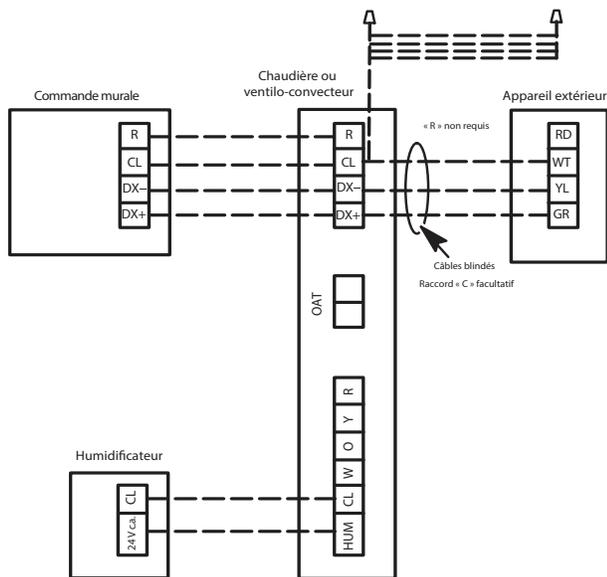

Figure 6 – Câblage de chaudière ou de ventilo-convecteur communicant avec thermopompe communicante à vitesse variable
Raccordez les quatre fils du panneau Observer au serpentín de la chaudière/du ventilateur communicant avec moteur communicant. Seuls deux fils de serpentín de chaudière/ventilateur DX+ (GR), DX- (YL) sont raccordés au câblage de l'inverseur extérieur GR (DX+), YL (DX-) (voir figure 6). Si des fils sont disponibles, nous vous recommandons de raccorder la borne C (WT) (voir figure 6). Cela permet de réduire le risque de problèmes de communication. Vous devriez regrouper et terminer les câbles basse tension non utilisés au moyen d'un écrou à fil à chaque extrémité. Vous devriez raccorder l'extrémité la plus proche du serpentín intérieur à la borne C.